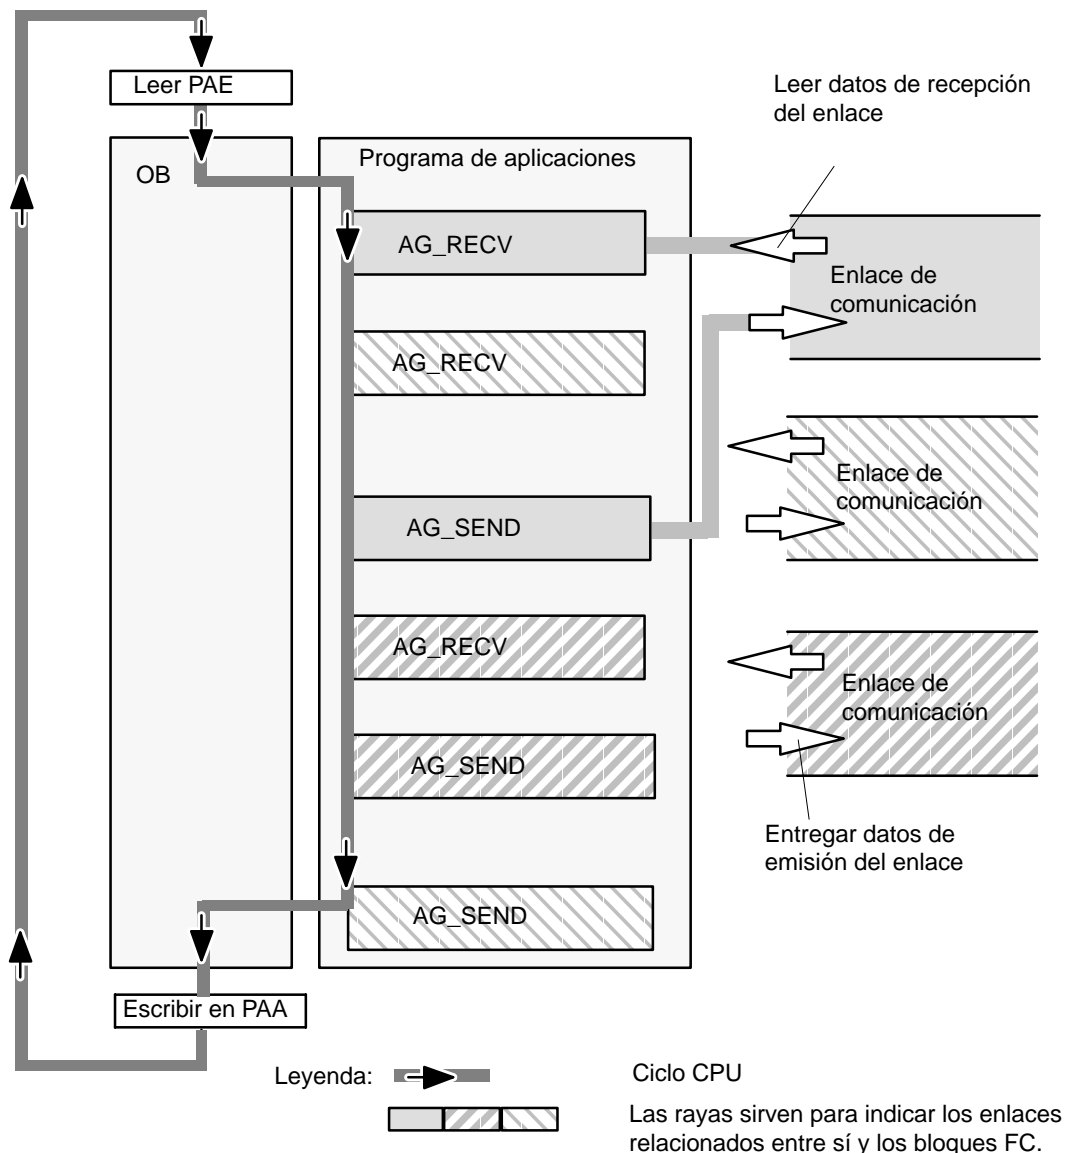

Figura 4-2 Secuencia típica de los bloques FC en el ciclo de la CPU
- El programa de usuario, que puede estar compuesto por un número cualquiera de bloques (OB, FB o FC → ver también /5/) accede a varios enlaces (en la figura 4-2 se representan 3 enlaces).